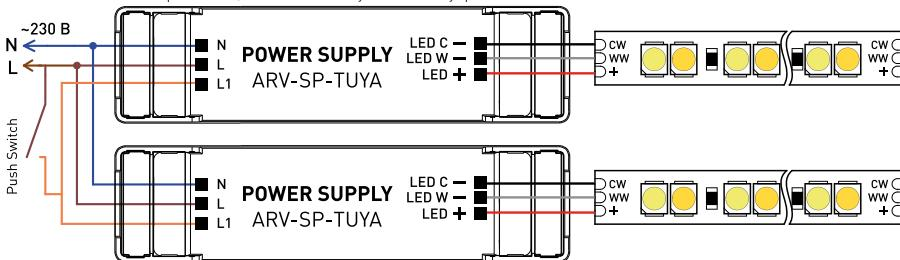

Рис. 3. Схема подключения двухканального источника питания с функцией Push DIM [для арт. 052988, 052990]
- 3.12. Для использования функций Push DIM (управление яркостью), Push CCT (управление цветовой температурой) необходимо подключить выключатель возвратного типа с нормально открытыми контактами к источнику питания согласно схемам на рис. 3. Для одноканальных источников питания (арт. 052987, 052989) используется только управление Push DIM.